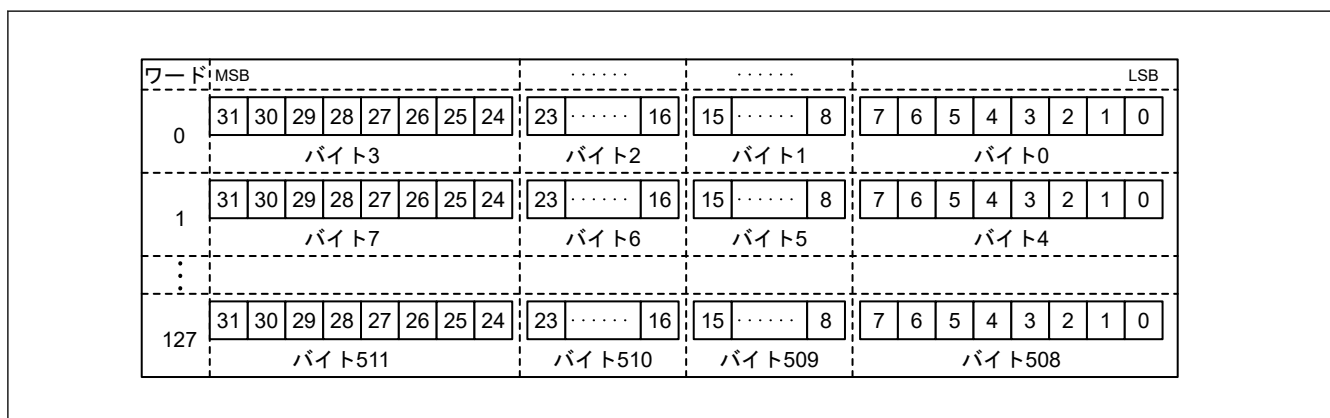

図 33.4 SD_BUF 格納データ
3. SD_BUF に格納されたデータが SD_BUF0 から読み出される (図 33.4 を参照)。